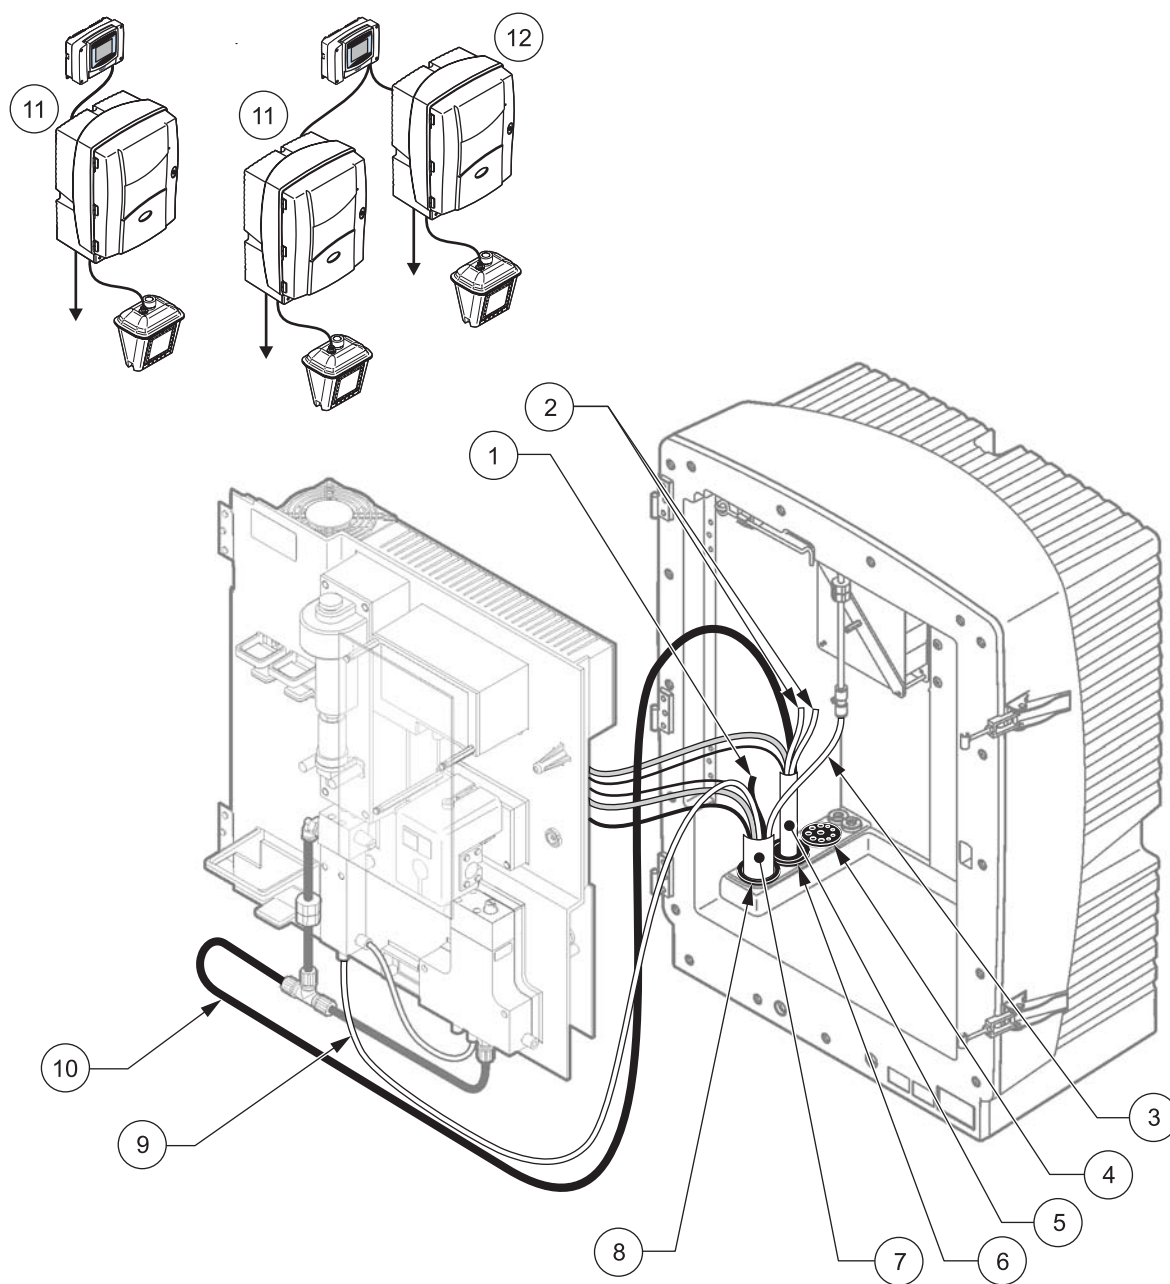

图 23 选项 2 设置
请参考图 23 以及选项 2 的以下说明：
2. 通过分析器开口引出过滤器探头 sc 软管（取样管、电缆和排放管）（图 23，项目 7）。使用 2 号密封塞加固。